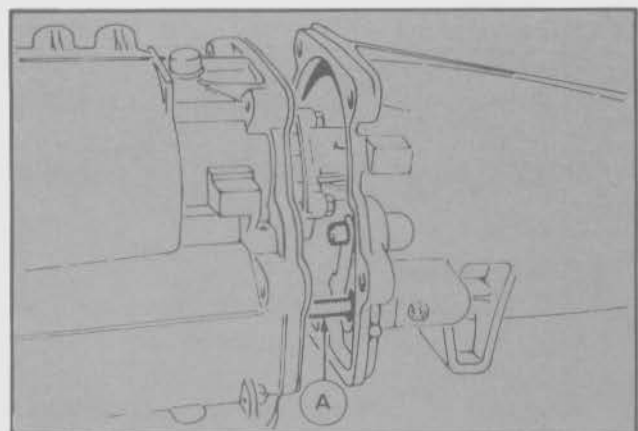

Fig. 127 - Instalación de la extensión
- Instalar la carcasa de la extensión con una nueva junta, teniendo la precaución de que la varilla de accionamiento del trinquete de estacionamiento quede correctamente instalada (Fig. 127).